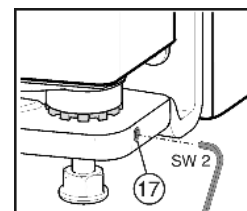

Fig. 12
- ▶ Svitare la vite di fermo Fig. 12 (17) di un pezzo (al massimo un giro!).
- ▶ Fissare di nuovo la vite di fermo Fig. 12 (17), per fissare il perno di supporto.